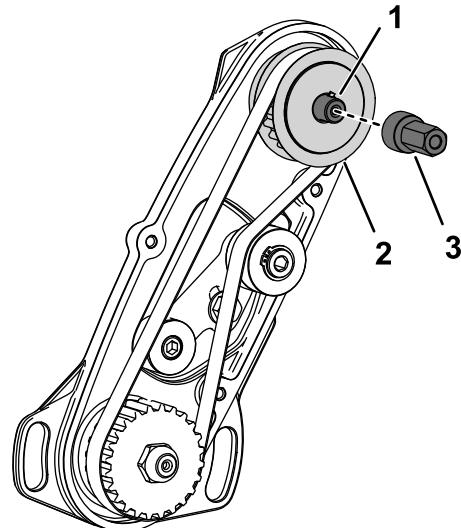

Bild 5
8. Montieren Sie die Läppnabe auf die Spindel-Antriebswelle (Bild 5).